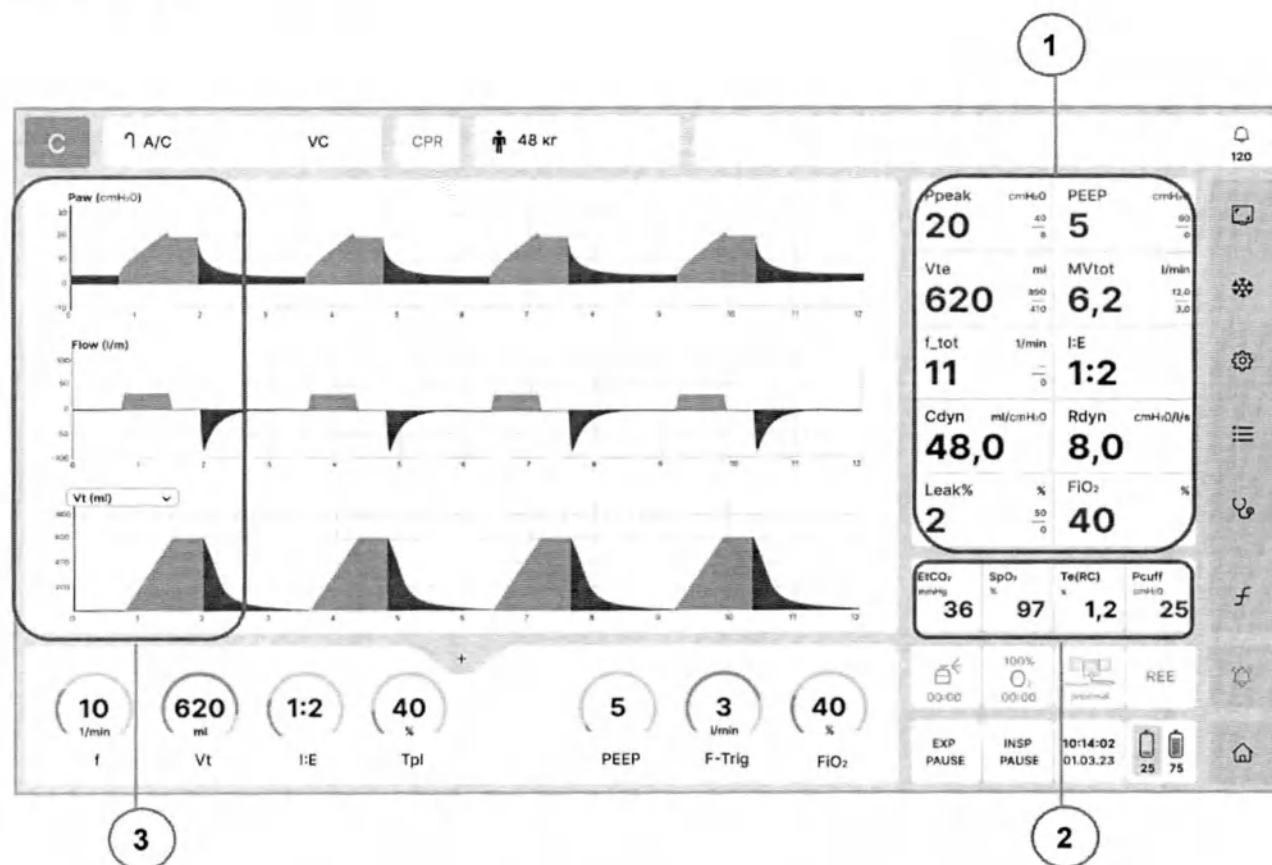

Рисунок 7.1 – Мониторинг цифровых параметров
- 1) Главные параметры мониторинга (см. рисунок 7.1 поз. 1).
2) Основные параметры мониторинга (см. рисунок 7.1, поз. 2).
Эти параметры отображаются совместно с главными и основными параметрами в левой части дисплея только при выборе экрана «Параметры» (см. рисунок 7.1, поз. 3) в виде 4 страниц (6 строк по 3 параметра в каждой).